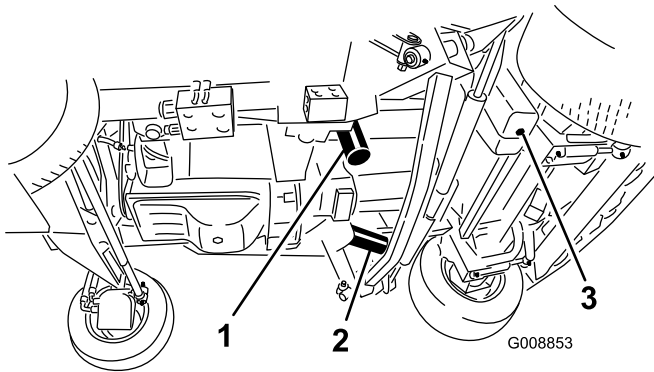

Figura 89
3. Retire el tapón de vaciado (Figura 89) de la parte inferior del depósito y deje que se drene el aceite hidráulico al recipiente. Coloque el tapón de vaciado cuando el fluido hidráulico se haya drenado.
5. Coloque un recipiente debajo del filtro y retire el filtro (Figura 89).